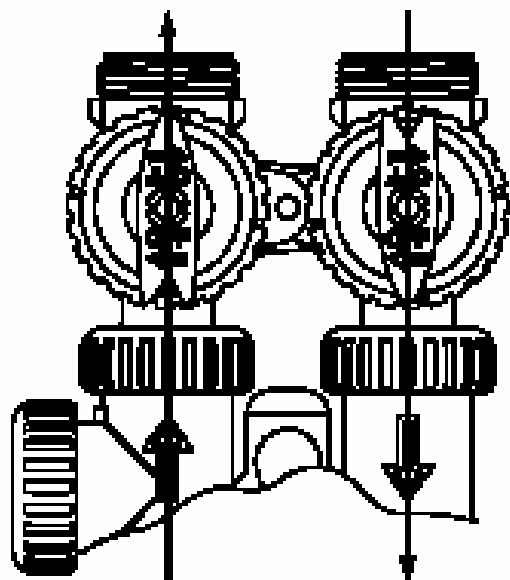

Figura 2
2. **Posizione di Bypass:** Le manopole di entrata ed uscita puntano verso il centro della valvola bypass, la valvola di controllo è isolata dalle tubazioni. Nelle tubazioni passa acqua non trattata. (Vedi figura 2)